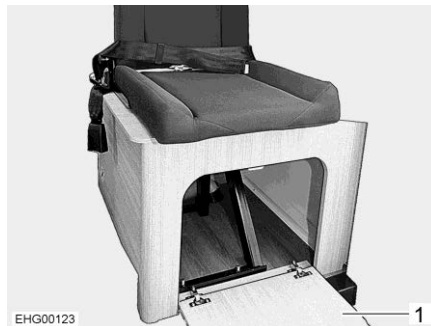

Fig. 31 Base cassapanca (aperta)
- Aprire lo sportello (Fig. 31,1) sulla base cassapanca ribaltandolo verso il basso.